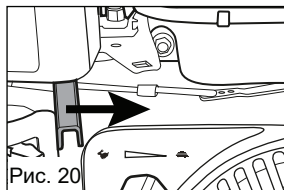
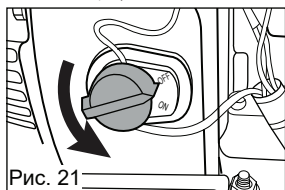
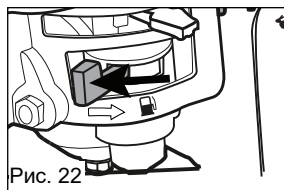

Рис. 20
Рис. 21
Рис. 22
1. Переместите рычаг дроссельной заслонки полностью вправо в направлении индикатора  (рис. 20), переведите выключатель двигателя вкл/выкл в положение "Выкл" (рис. 21), а рычаг подачи топлива - влево, в закрытое положение (рис. 22). Вы также можете выключить двигатель, повернув ключ.